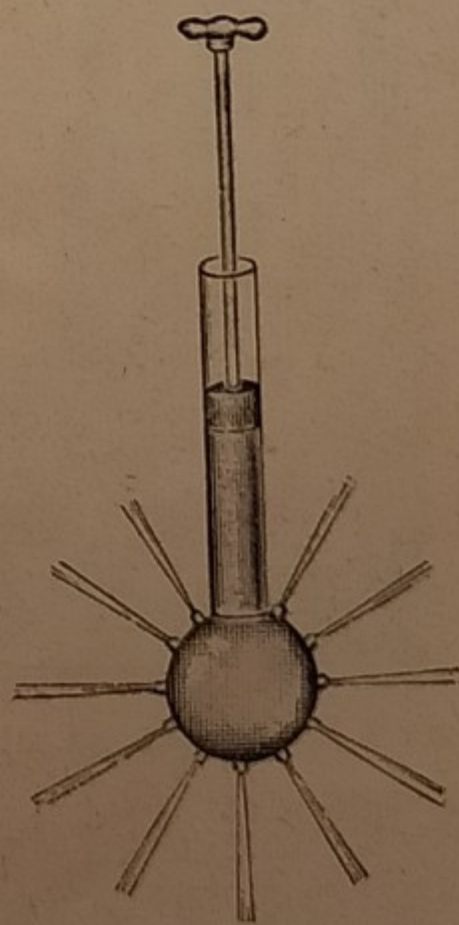

Fig. 32.
**29. Principio di Pascal.** — Se si esercita una pressione mediante uno stantuffo (fig. 32) su tutta la superficie libera dell'acqua che riempie un pallone metallico munito di forellini, si vedrà sprizzare da questi il liquido con egual forza in ogni senso. Ciò dimostra che: *la pressione esercitata su tutta la superficie libera di un liquido contenuto entro un recipiente, si trasmette con eguale intensità in tutte le direzioni.*